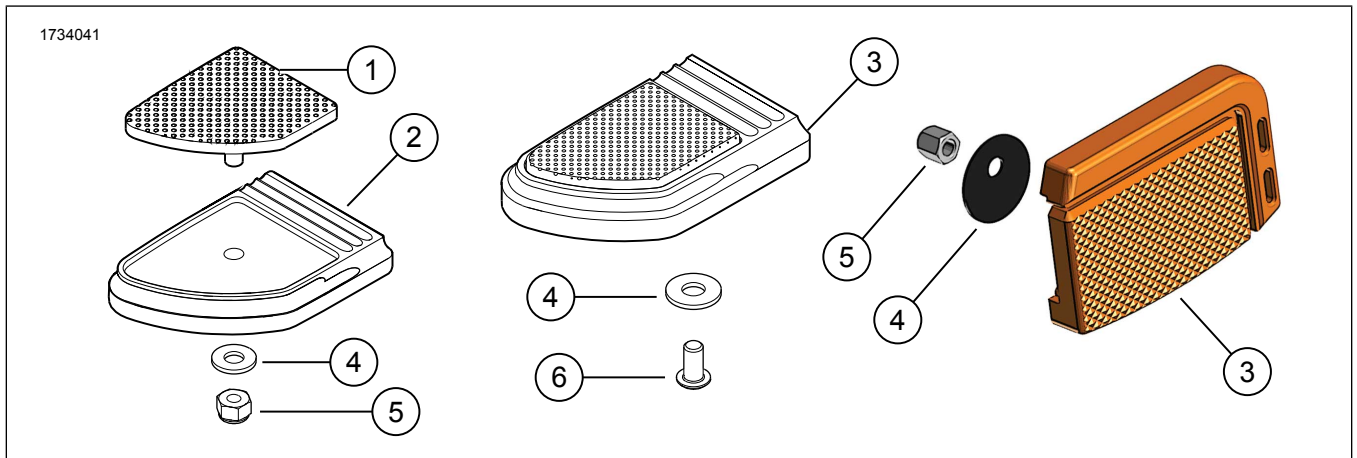

图1。套件内容：刹车踏板垫套件
1. 图1将新的刹车踏板垫(1)与装饰盖中的凹槽(2)对齐。
1. 图1将新的刹车踏板组件(3)对准车辆脚控制车杆。